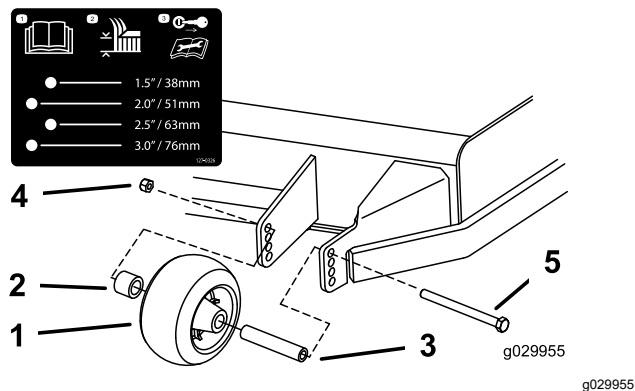
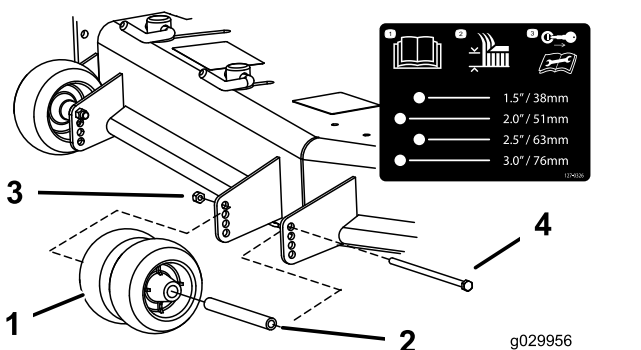
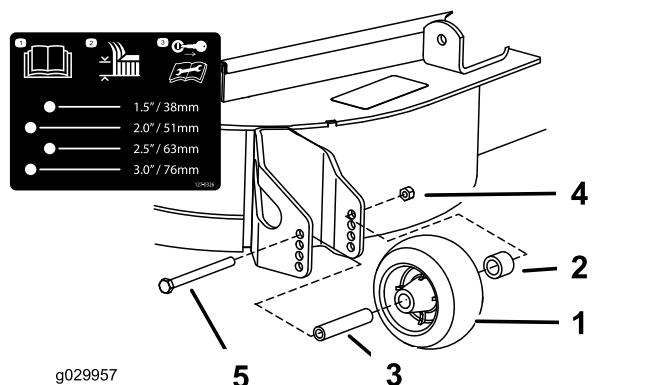

Figura 33
Figura 34
Figura 35
3. Réglez les galets anti-scalp comme montré à la Figura 33, la Figura 34 et la Figura 35.